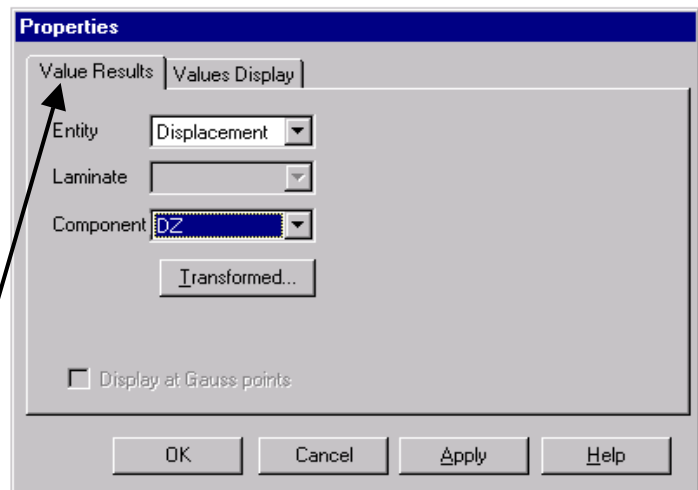

Fig. 48
- în caseta de dialog se selectează categoria de rezultate (**Value Results**): deplasări pe direcția axei Z (**Displacement, DZ**) (fig. 48)